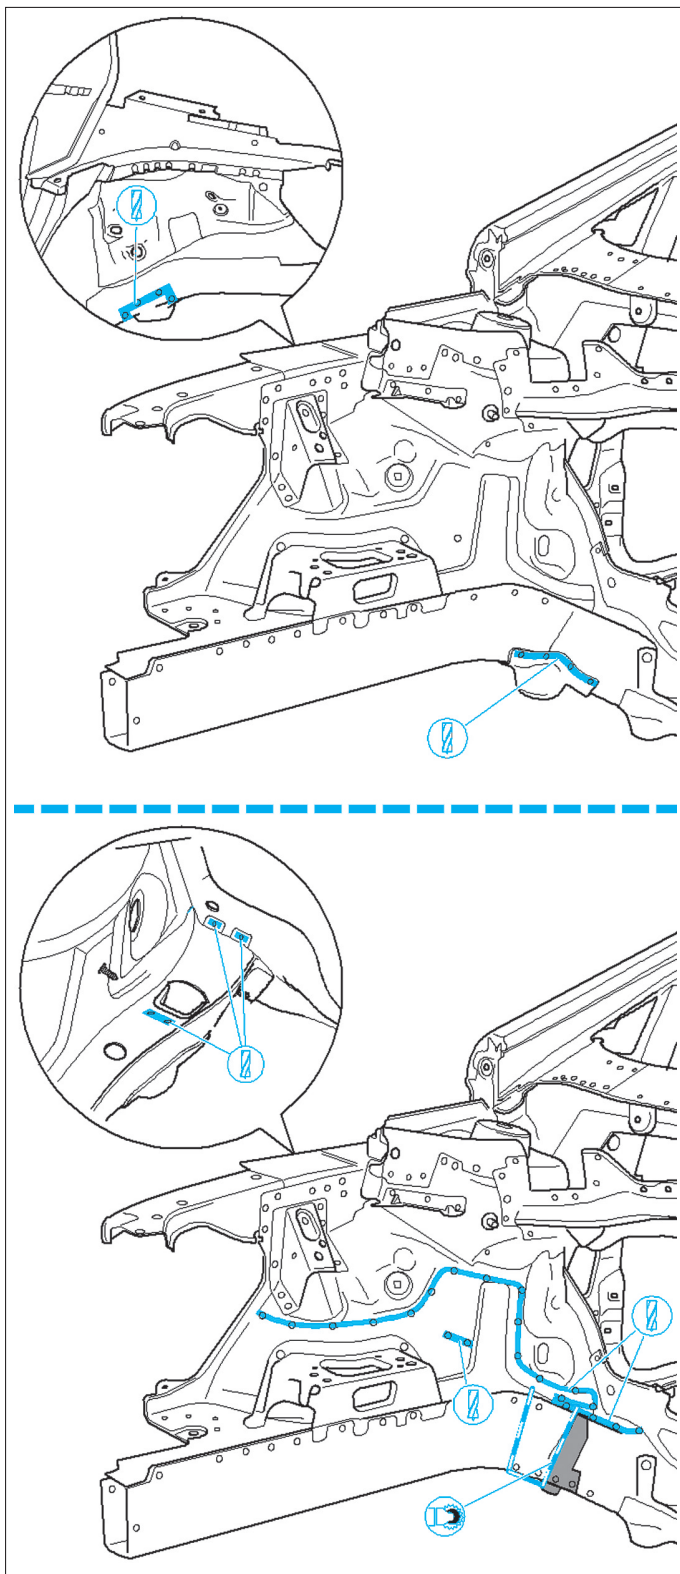

FIG. 26
- Meuler et percer les soudures de la partie du longeron (Fig.26).